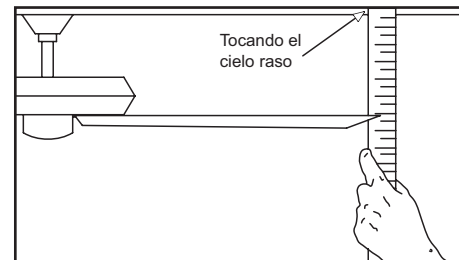

Figura 12
2. La mayoría de los problemas de oscilación del ventilador se deben a que las aspas no están al mismo nivel. Verifica este nivel seleccionando un punto en el cielo raso sobre la punta de una de las aspas. Mide esta distancia como se muestra en la Figura 12. Gira el ventilador hasta que la siguiente aspa quede en posición para medir. Repite el procedimiento para cada aspa. Las desviaciones de la medición no deben pasar de 1/8" (3.2 mm). Enciende el ventilador por 10 minutos.